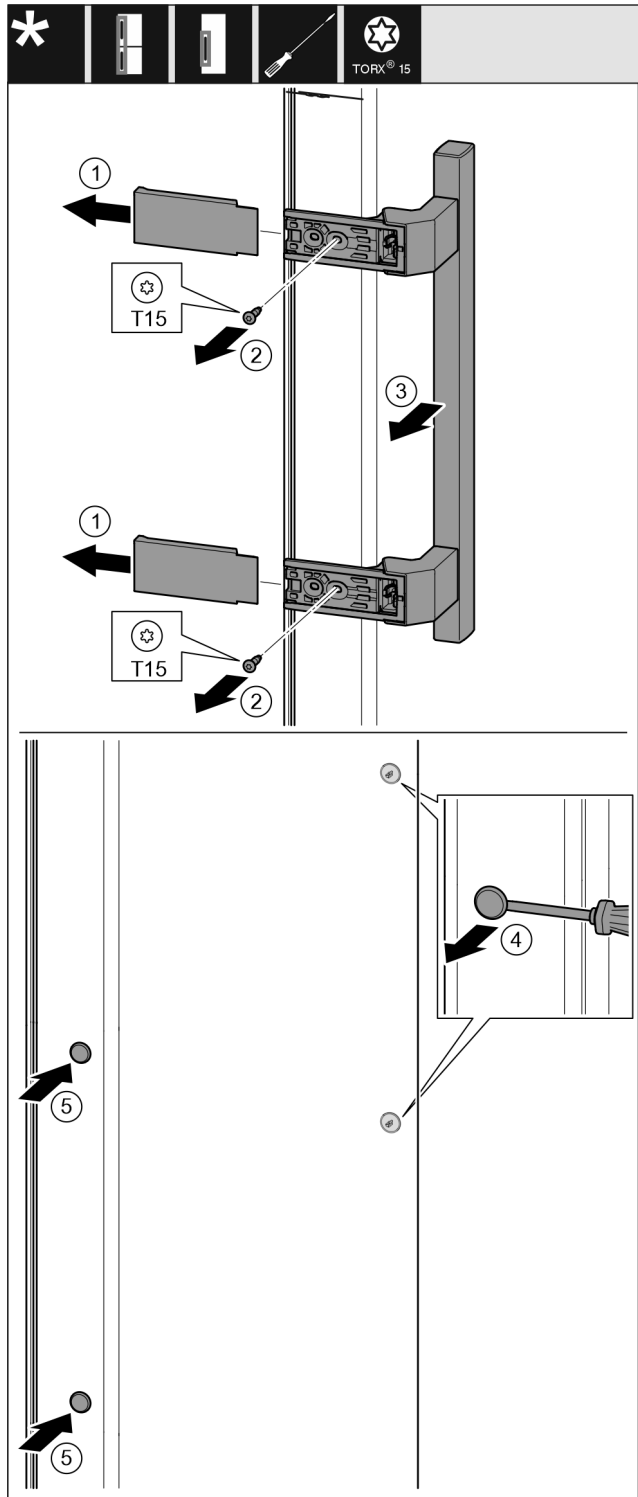

Fig. 19
- Abdeckung abziehen. Fig. 19 (1)
- Schrauben mit Schraubendreher T15 herausdrehen. Fig. 19 (2)
- Griff abnehmen. Fig. 19 (3)
- Seitlichen Stopfen vorsichtig mit einem Schlitzschraubendreher anheben und herausziehen. Fig. 19 (4)
- Stopfen auf der anderen Seite wieder einsetzen. Fig. 19 (5)